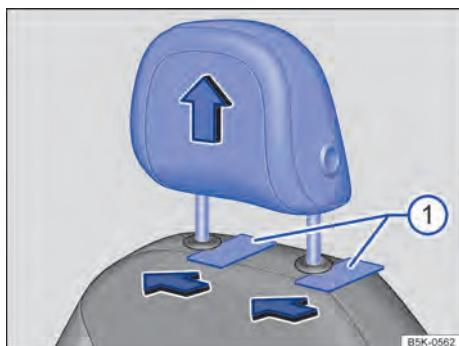

Fig. 45 Desinstalar o apoio para cabeça dianteiro.
⇒ Fig. 45 ①, enquanto uma segunda pessoa puxa totalmente para baixo apoio para cabeça.